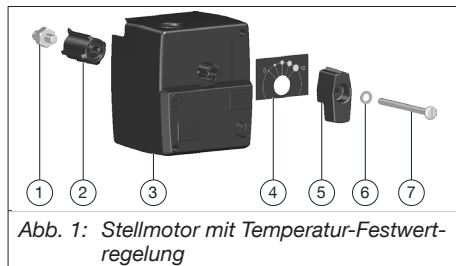
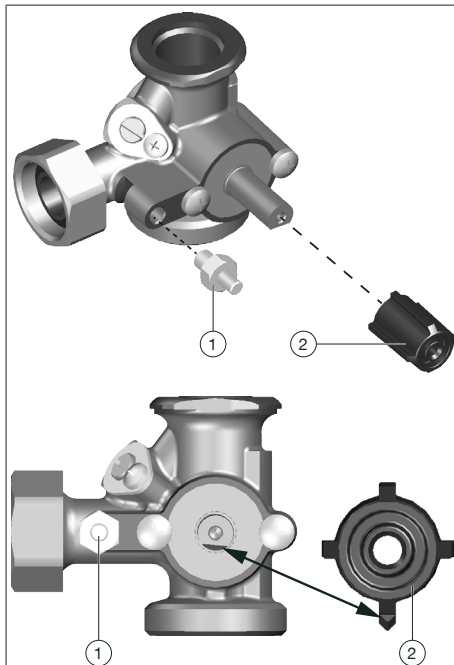
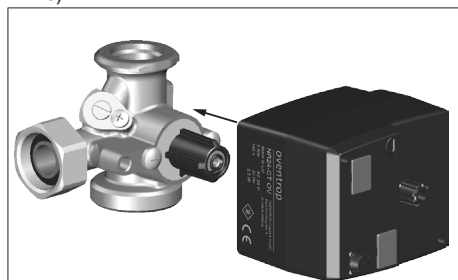

Abb. 1: Stellmotor mit Temperatur-Festwertregelung
Abb. 3: Ausrichtung
Abb. 4: Stellmotor aufsetzen
Die abgeflachte Seite des Mischerkükens muss nach unten zeigen und waagrecht ausgerichtet sein (siehe Abb. 3 auf Seite 9).
2. Setzen Sie den beiliegenden Adapter (Position 2 in Abb. 1 auf Seite 7) auf das Mischerkükens.
Achten Sie darauf, dass der spitz zulaufende Steg des Adapters nach unten zeigt (siehe Abb. 3 auf Seite 9).
3. Verschrauben Sie die Verdrehsicherung (Position 1 in Abb. 1 auf Seite 7) fest am Mischergehäuse (siehe Abb. 3 auf Seite 9).
4. Setzen Sie den Stellmotor (Position 3 in Abb. 1 auf Seite 7) auf den Adapter (siehe Abb. 4 auf Seite 10).